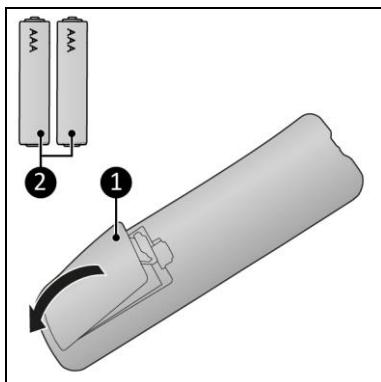

Figura 15
1. Scoateți capacul (Figura 15, poz. 1).
2. Introduceți două baterii (AAA 1,5V) (Figura 15, poz. 2) în compartimentul pentru baterii. Asigurați-vă că introduceți baterile în mod corect.